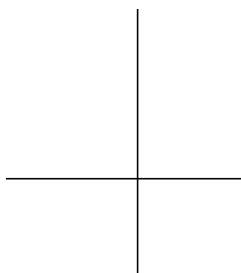

图 3-36 绘制构造线
2) 在“常用/图层”中选择“粗实线”图层，使之成为当前图层。执行“构造线”命令（XL），绘制一条水平的构造线和一条竖直的构造线，如图 3-36所示。